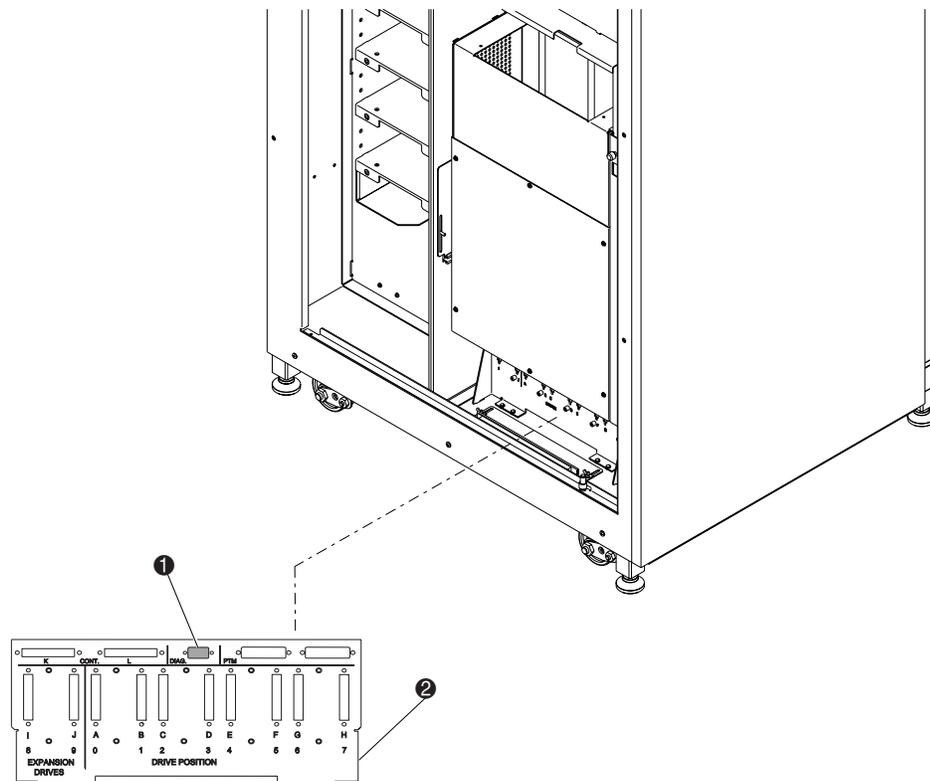
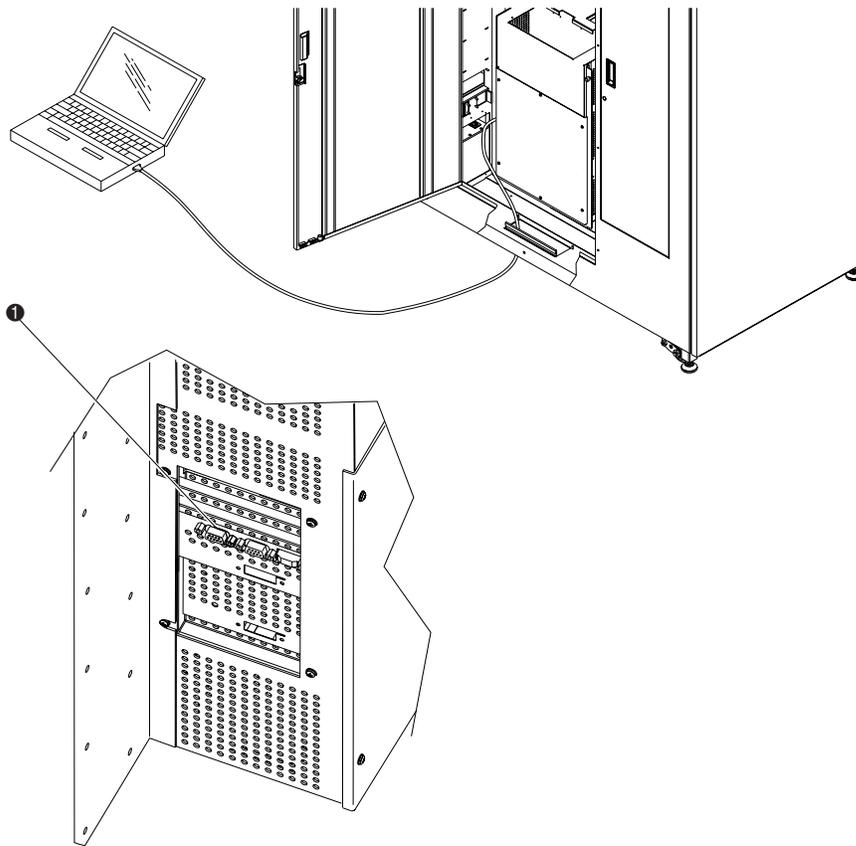

Abbildung 3-7. Anschluss der Diagnoseschnittstelle (ESL9198)
Abbildung 3-8. Anschluss an Diagnoseschnittstelle (ESL9326)
1. Schließen Sie einen Diagnose-PC über den RS-232 DB9-Anschluss an die Tape Library an (siehe Abbildung 3-7 für ESL9198 und Abbildung 3-8 für ESL9326).